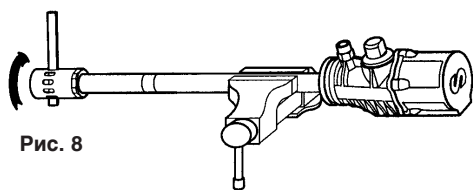

Рис. 8
2. Вывернуть патрубок впускного фильтра из головки впускного фильтра (рис. 8).